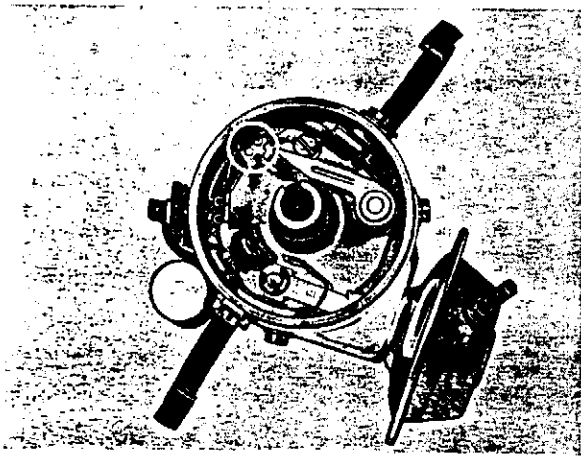

Abb. 110 Ausnehmung für Einstellung der Unterbrecherkontakte
2. Hierzu wird die Schraube für die Unterbrecherkontakte etwas gelöst und danach ein Schraubenzieher in die Ausnehmungen gesetzt (Abb. 110).